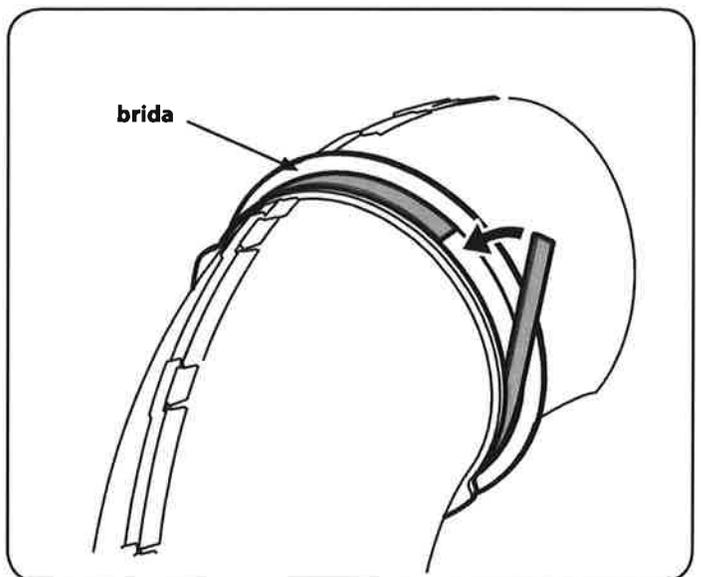

Figura 52
1. Quite la parte trasera de la tira de espuma autoadhesiva (721-04388) que se ha incluido dentro de sus Contenido de la caja. Aplíquelo en el canal superior, a ras con la brida, como se muestra en la Figura 52.